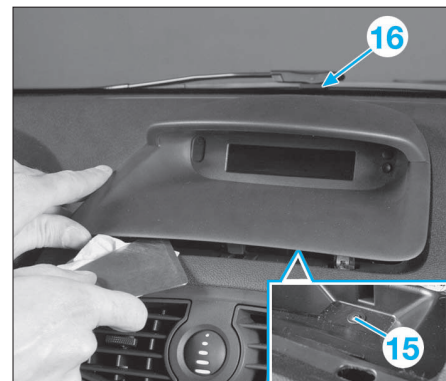

FIG. 51
- Déclipser le support d'afficheur (par exemple, à l'aide de l'outil Car.1597) (Fig.51).